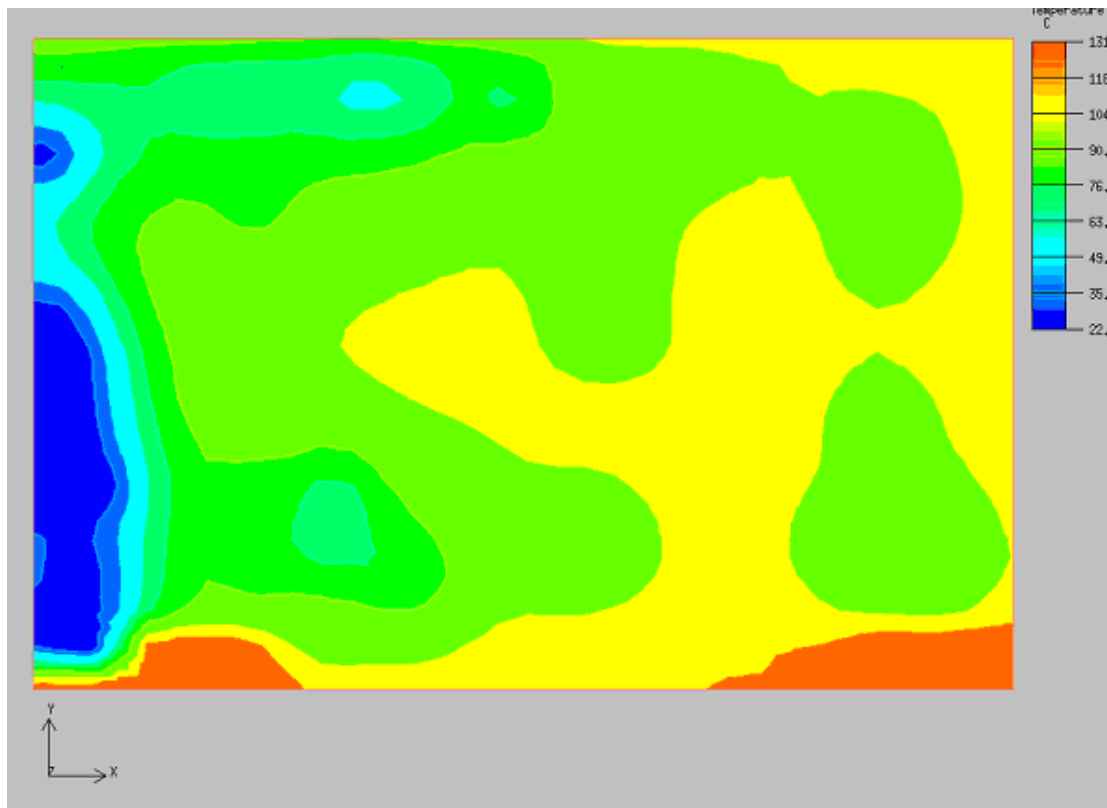

图 15.6: PCB 板上温度分布 (mid-plane)
2. 对 set position 选择 **Z plane through center**, 将获得在这个模型中心截面的温度分布。(图 15.6).